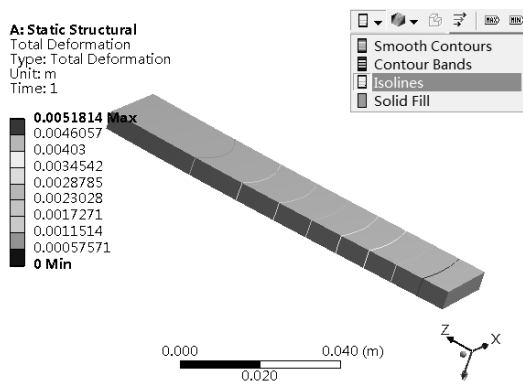

图 4-11 Isolines 方式
(3) Isolines : 以模型等值线方式显示, 如图 4-11 所示。